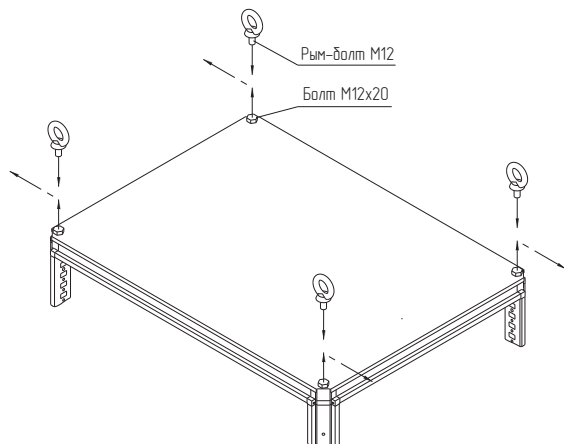

Рисунок 51
4.27.2 Выкрутить болты М12х20 из крыши при помощи гаечного ключа (рисунок 51).